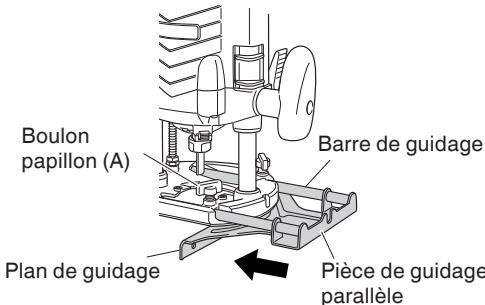

Fig. 12
(2) Pièce de guidage parallèle (Fig. 12)